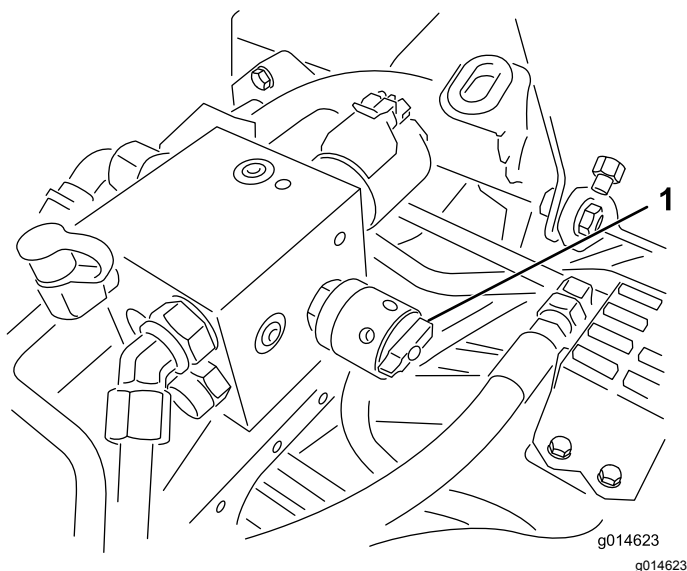

Bild 49
4. Drehen Sie zum Einstellen der Spindeldrehzahl das Handrad (**Bild 49**), bis die Anzeigepfeile auf die Nummer zeigen, die der gewünschten Einstellung entspricht, die Sie in Schritt 3 ermittelt haben.